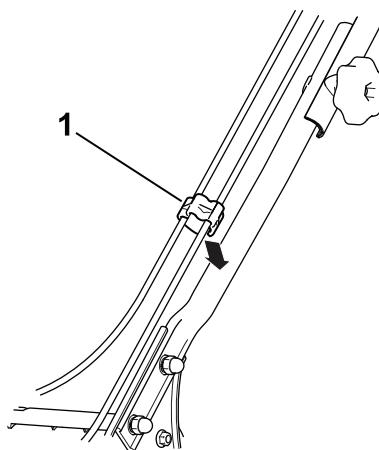

Bild 5
- Holmhandrad (2)
- Wellenscheibe (2)
- Schraube (2)
- Stecken Sie die Kabel in die Kabelklemme und befestigen Sie den Kabelclip am Holm, wie in Bild 5 abgebildet.